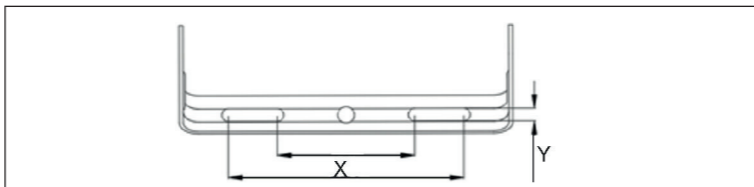

Fig. 4: Borehole distance
- Upevněte venkovní reflektor LED. Viz fig. 4
- Zamocować naświetlacz zewnętrzny LED. Patrz rys. 4